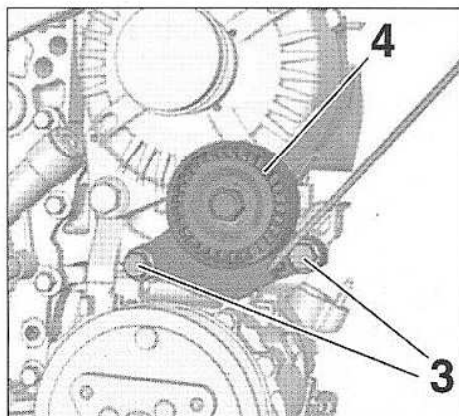
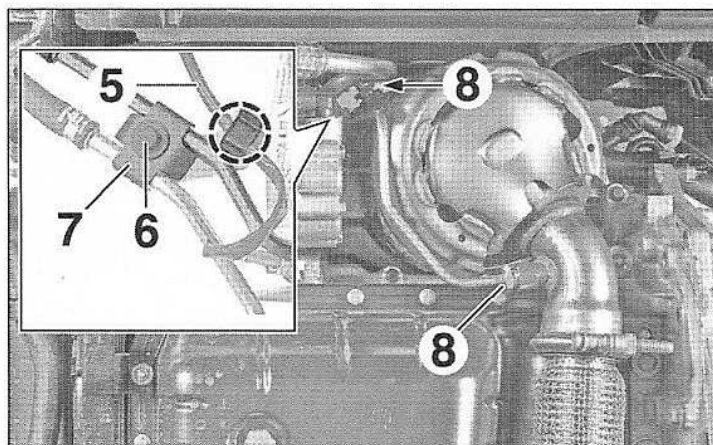

FIG.25
FIG.26
- Déposer (Fig.25) :
- les vis (3),
- le tendeur dynamique inférieur (4).
- Libérer le faisceau (5) (Fig.26).
- la vis (6),
- la bride (7).
- Dévisser et écarter les canalisations de prise de pression (8).